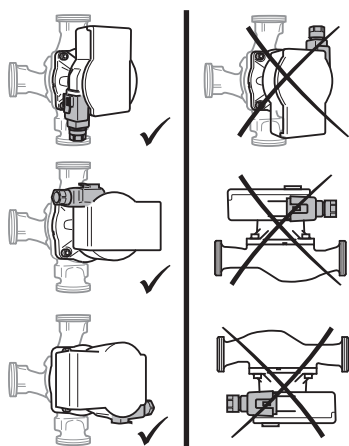

Fig. 2: Posizioni di montaggio
- Scegliere il luogo di installazione conformemente alla posizione di montaggio consentita (Fig. 2).
- Rispettare la posizione di montaggio consentita (Fig. 2) della pompa, all'occorrenza ruotare la testa motore (2 + 6).
- Tenendo ferma la testa motore (2 + 6), svitare le 4 viti del corpo (5).
- Attenersi alla posizione di montaggio consentita (Fig. 2) tenendo conto della freccia di direzione del flusso riportata sul corpo pompa (1).
- Stringere le 4 viti del corpo (5).